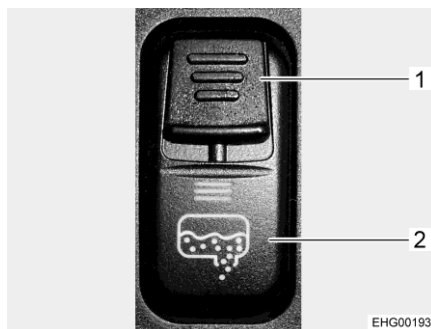

Fig. 203 Commutateur à bascule (vidange des eaux usées)
- Pousser la sûreté (Fig. 203,1) se trouvant sur le commutateur à bascule (Fig. 203,2) vers le bas et presser simultanément ce dernier. Cela ouvre la vanne pour eaux usées et le réservoir d'eaux usées se vide alors. La DEL reste allumée tant que la vanne pour eaux usées est ouvert.